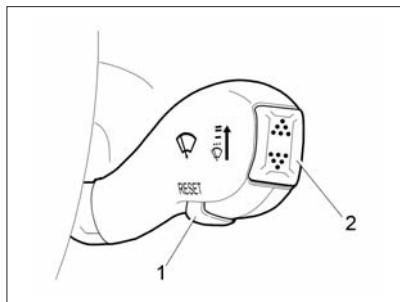

Рис. 31. Кнопки управления бортовым компьютером на рычаге переключателя стеклоочистителей (в вариантном исполнении)
Переключатель наружного освещения (ПНО) **1** (рис. 31а) имеет три фиксированных положения (или четыре в вариантном исполнении):
Рис. 31а. Модуль управления светотехникой и корректор ближнего света фар
Положения рукоятки гидравлического корректора света фар (рис. 31б) в зависимости от состояния загрузки автомобиля:
**Рис. 31б.** Корректор ближнего света фар